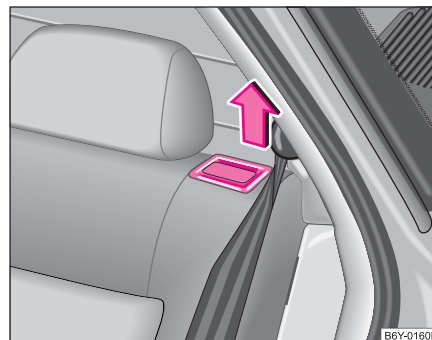

Abb. 52 Rücksitzlehnen entsichern
- Entriegelungsknopf an der Rücksitzlehne ziehen und Rücksitzlehne nach vorn klappen ⇒ Seite 71, Abb. 52.